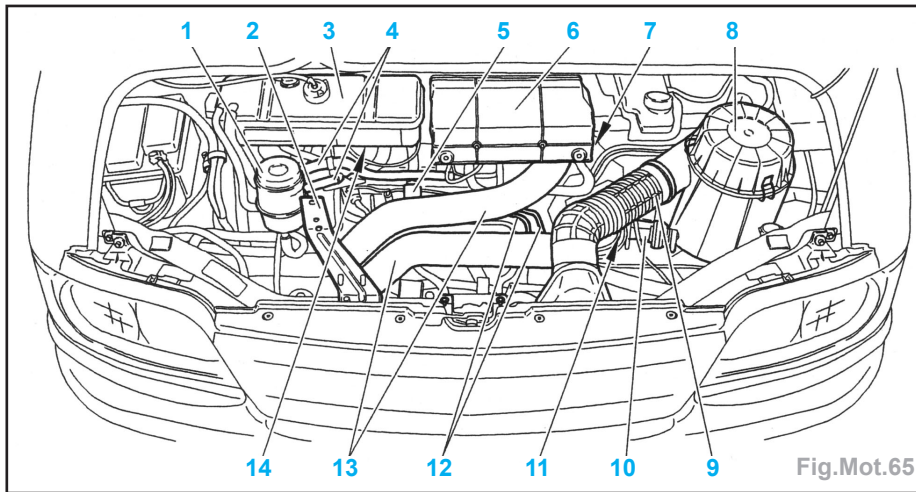

Fig.Mot.65
- Déconnecter le connecteur (11) (Fig.Mot.65).